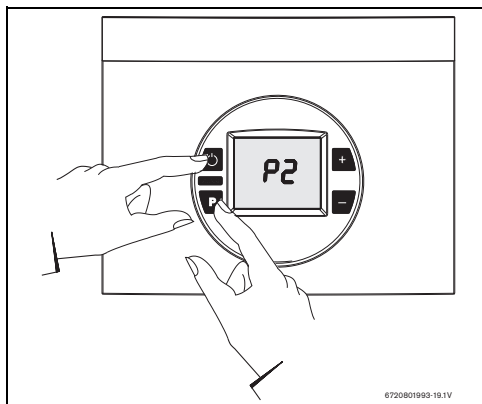

Fig. 55
- ▶ Mantenere premuto il tasto "P" di programmi e premere l'interruttore principale ON/OFF per accendere l'apparecchio (Fig. 55 ).